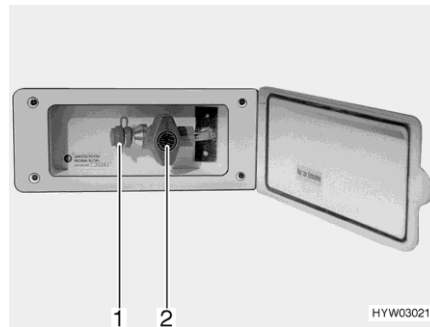

Bild 63 Externer Gasanschluss
- Externes Gasgerät an der Anschluss-Stelle (Bild 63,1) anschließen.
- Das Gasabsperrentil (Bild 63,2) öffnen.